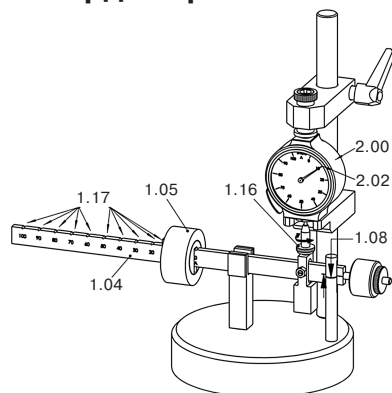

Рис.4. Проверка аналогового твердомера НР.
- Поворачивайте стойку (1.16, Рис.4) пока отметки (1.08, Рис.4) не совпадут
- Передвиньте груз (1.05, Рис.4) к следующей выемке (1.17, Рис.4).
- i** Повторите процедуру для каждого деления шкалы (1.17, Рис.4).
• Проверьте, совпадает ли стрелка (2.02, Рис.4) твердомера (2.00, Рис.4) с делением шкалы (1.17, Рис.4) на балансином плече (1.04, Рис.4).
i Если отклонение показаний твердомера (2.00, Рис.4) превышает норму, его необходимо отправить производителю для калибровки.